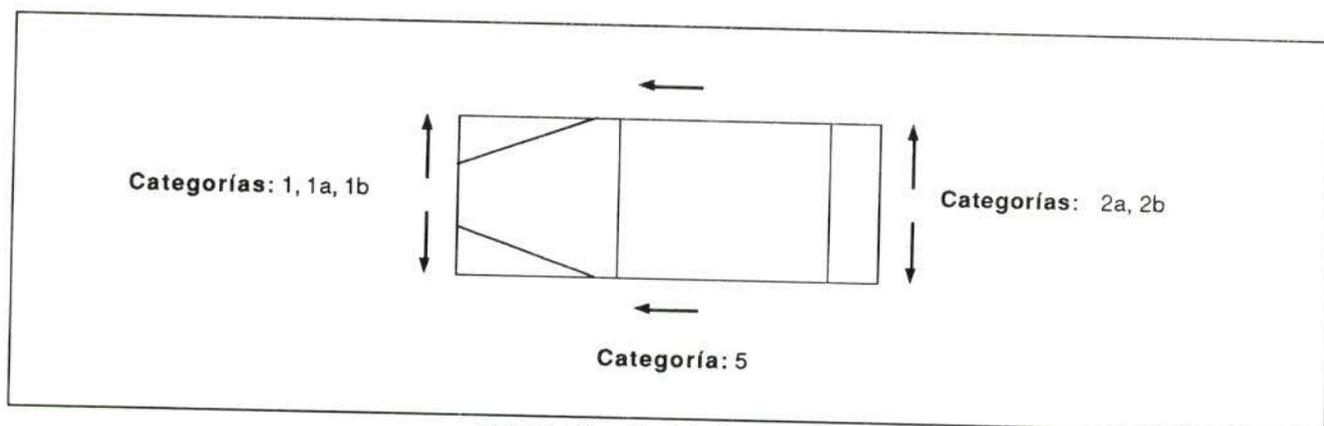

Figura 6.- Situación de las intermitencias
- **Sentido de montaje:** marca la zona de montaje según la dirección de la flecha (Véase figura 6):